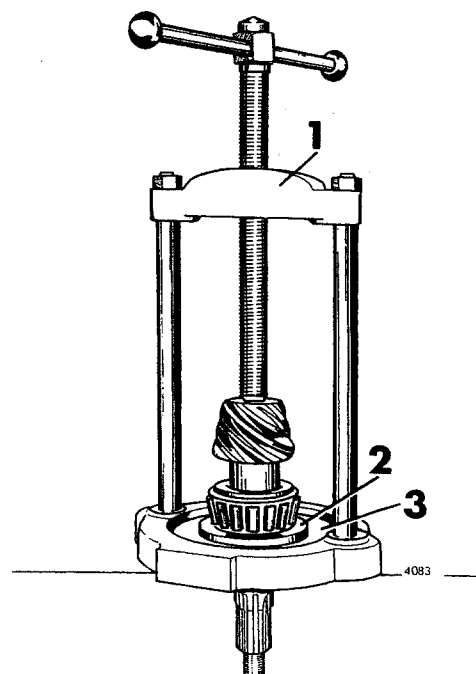

Fig 11-15. Montering av inre pinjonglager
2. Montera lagret, se fig 11-15.